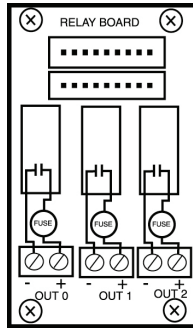

图 2.2 继电器连接图
- 每一个继电器输出都有两个接线柱。如图2.2继电器连接表。